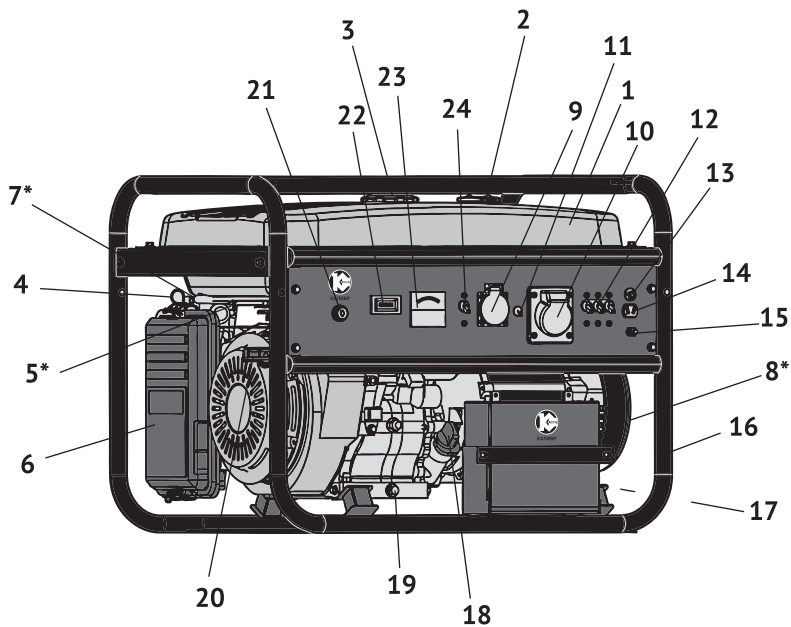

рис.1
ратора. Передача осуществляется через коническое сопряжение ротора генератора и вала двигателя. При этом образуется самоцентрирующаяся трёхопорная схема соединения. С обмоток статора генератора напряжение подводится: через систему стабилизации на розетки переменного тока: однофазного, 230В (рис.1 поз.9) и 3-х фазного, 380В (рис.1 поз.10); через выпрямительный блок на розетку постоянного тока (рис.1 поз.14).
2.4 Общий вид бензогенератора представлен на рис.1
3.2 Бензогенератор оснащён одноцилиндровым четырёхтактным двигателем внутреннего сгорания с верхним расположением клапанов и нижним расположением коленчатого вала. Верхнее расположение клапанов снижает теплонапряжённость двигателя. При этом достигается более высокая выходная мощность в меньшем рабочем объёме при эффективном сгорании топлива. Двигатель имеет карбюраторную систему питания. Смазка осуществляется разбрызгиванием масла в картере. Пуск двигателя осуществляется или ручным тросовым возвратным стартёром (рис.1 поз.20) или ключом замка зажигания (рис.1 поз.21) электрического стартера.
3.4 Двигатель и генератор закреплены на трубчатой раме (рис.1 поз.16) через амортизаторы, что снижает вибрацию аппарата и уменьшает уровень шума при работе. Все элементы бензогенератора имеют удобный доступ для обслуживания и ремонта.
4.2.3 Обеспечение требований электробезопасности: Эксплуатация бензогенератора должна производиться в строгом соответствии с требованиями «Правил техники электробезопасности при эксплуатации электроустановок». Электрическая сеть подключения потребителей относится к системе с изолированной нейтралью, предусматривающей защитное заземление открытых токопроводящих частей корпуса. В зависимости от местных условий (состав грунта, его влажность и т.п.) изменяется качество заземления. Во всех случаях защитное заземление должно иметь сопротивление не более 4-х Ом. Во время работы бензогенератора его клемма заземления (рис.1 поз.15) должна быть подсоединена к заземлителю. Практически это требование может быть реализовано следующими способами:
Выкрутите пробку-щуп (рис.1 поз.18) из маслозаливной горловины и залейте в картер масло необходимой марки до нижнего края горловины, как показано на рис.2. Вставьте сухой чистый щуп в горловину картера и выньте его. Проверьте уровень масла: граница смоченной области щупа должна располагаться между отметками минимального и максимального уровней.
Открутите крышку топливного бака (рис.1 поз.2). Заливайте бензин в топливный бак не более чем на 1см ниже уровня основания заливной горловины. Перед запуском двигателя тщательно протрите крышку бензобака, удалив возможные при заправке брызги топлива.
6.1.1 Отключить всех потребителей переменного и постоянного тока от генератора. Перевести автоматический выключатель (рис.1 поз.24) в положение «ВЫКЛ».
- перевести замок зажигания (рис.1 поз.21) в положение «ВКЛ»;
- открыть топливный кран (рис.1 поз.5);
- вытянуть на себя рычаг воздушной заслонки (рис.1 поз.4) в положение «закрыто» при пуске холодного двигателя (для прогретого двигателя рычаг устанавливается в промежуточном положении);
- резко, с усилием потяните рукоятку стартёра (рис.1 поз.20) до упора, повторите действие ещё раз, если двигатель не завёлся.
- включение двигателя электрическим стартёром производится поворотом ключа замка зажигания (рис.1 поз.21) в положение «ПУСК». Поверните ключ и удерживайте, пока двигатель не заведётся. Не удерживайте ключ электростартёра более 5 сек. Если двигатель не запустился: отпустите ключ зажигания, до возврата в положение «ВКЛ.», выждите 10 сек., затем снова переведите в положение «ПУСК». После запуска двигателя отпустите ключ зажигания для обеспечения его самовозврата в среднее положение «ВКЛ.».
- перевести тумблер автоматического выключателя (рис.1 поз.24) в положение «ВыКЛ.»;
- отключить потребителей электроэнергии от розеток (рис.1 поз.9 или поз.10);